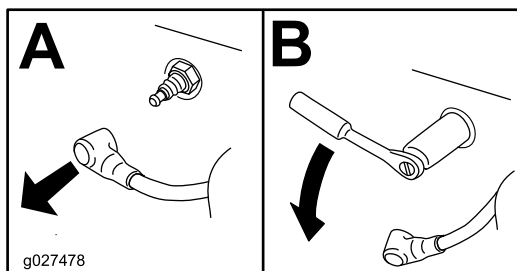

Figura 31
3. Retire la bujía (Figura 31).